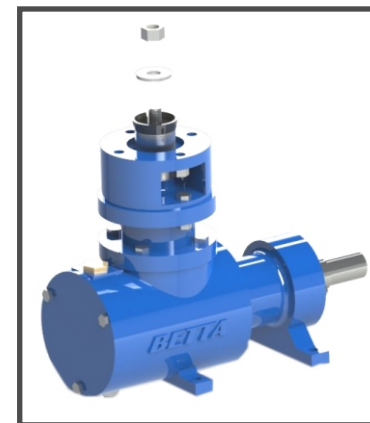

Fig. 23
- 7 - Retirar a porca e a arruela que prendem o reparo. (Fig. 23)